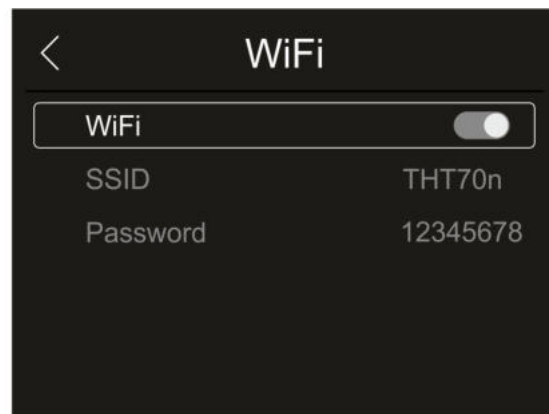

Fig. 16: Attivazione collegamento WiFi
1. Toccare la voce “WiFi” per entrare nella sezione di attivazione/disattivazione e personalizzazione del collegamento WiFi sullo strumento. La videata di Fig. 16 – parte destra è mostrata a display.